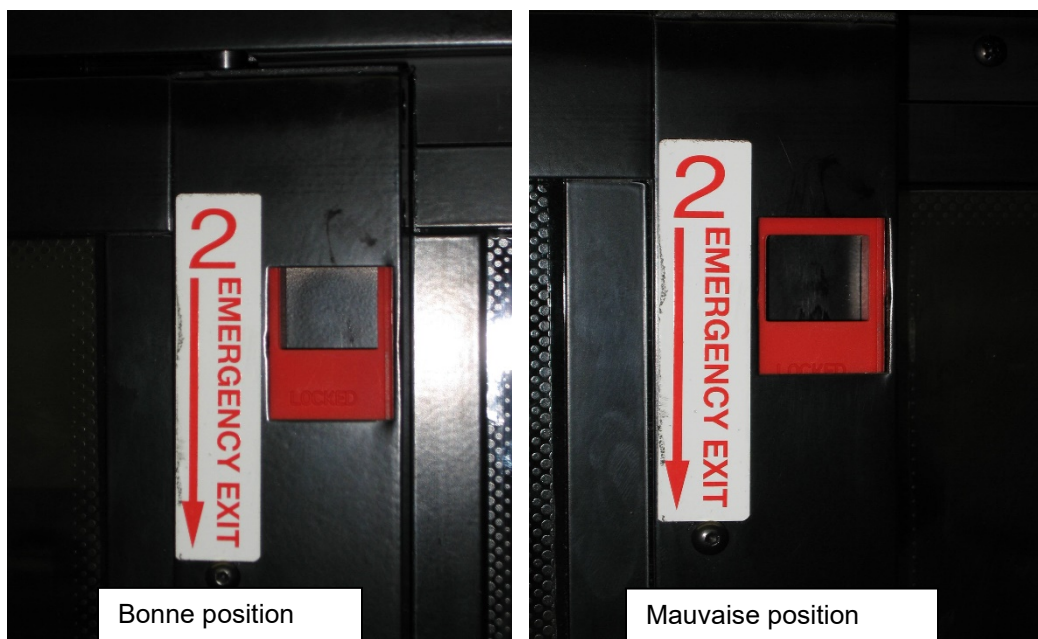

FIGURE 48 : POSITION CORRECTE DU LOQUET DE BLOCAGE
6. S'assurer que les deux loquets sont en position fermée (verrouillée). Le bord supérieur de l'ouverture du loquet et le bord supérieur de l'ouverture du châssis doivent être alignés (Figure 48).